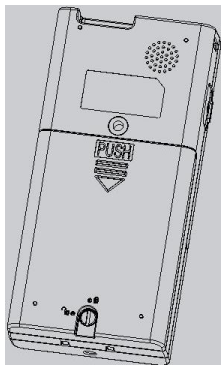

Рис.2-4
- 1) Откройте крышку батарейного отсека: Поверните крепежный винт в положение , а затем нажмите крышку как указано стрелкой, Рис.2-4.